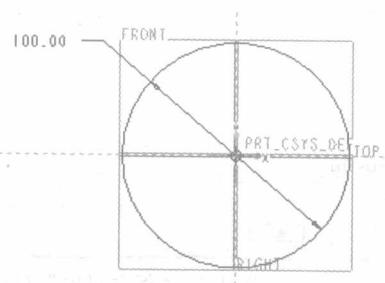

图 1-4 绘制 2D 截面
4. 左键单击“草绘”对话框中的“草绘”命令，进入草图绘制环境。左键单击“草绘器工具”工具条中的“创建圆”命令，然后在草绘设计环境中绘制一个圆形，此时矩形的尺寸由系统自动标注上，左键双击圆形直径尺寸，将其修改为“100”，此时圆直径自动调整“100”，如图 1-4 所示。